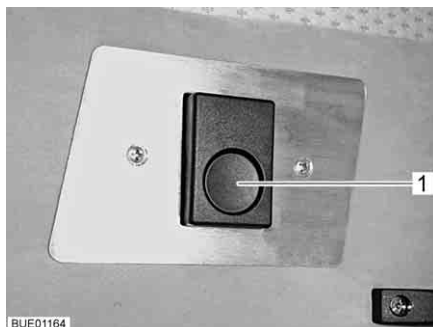

Fig. 74 Déverrouillage
- Appuyer sur le bouton de déverrouillage (Fig. 74,1). Le dispositif de verrouillage est alors débloqué.